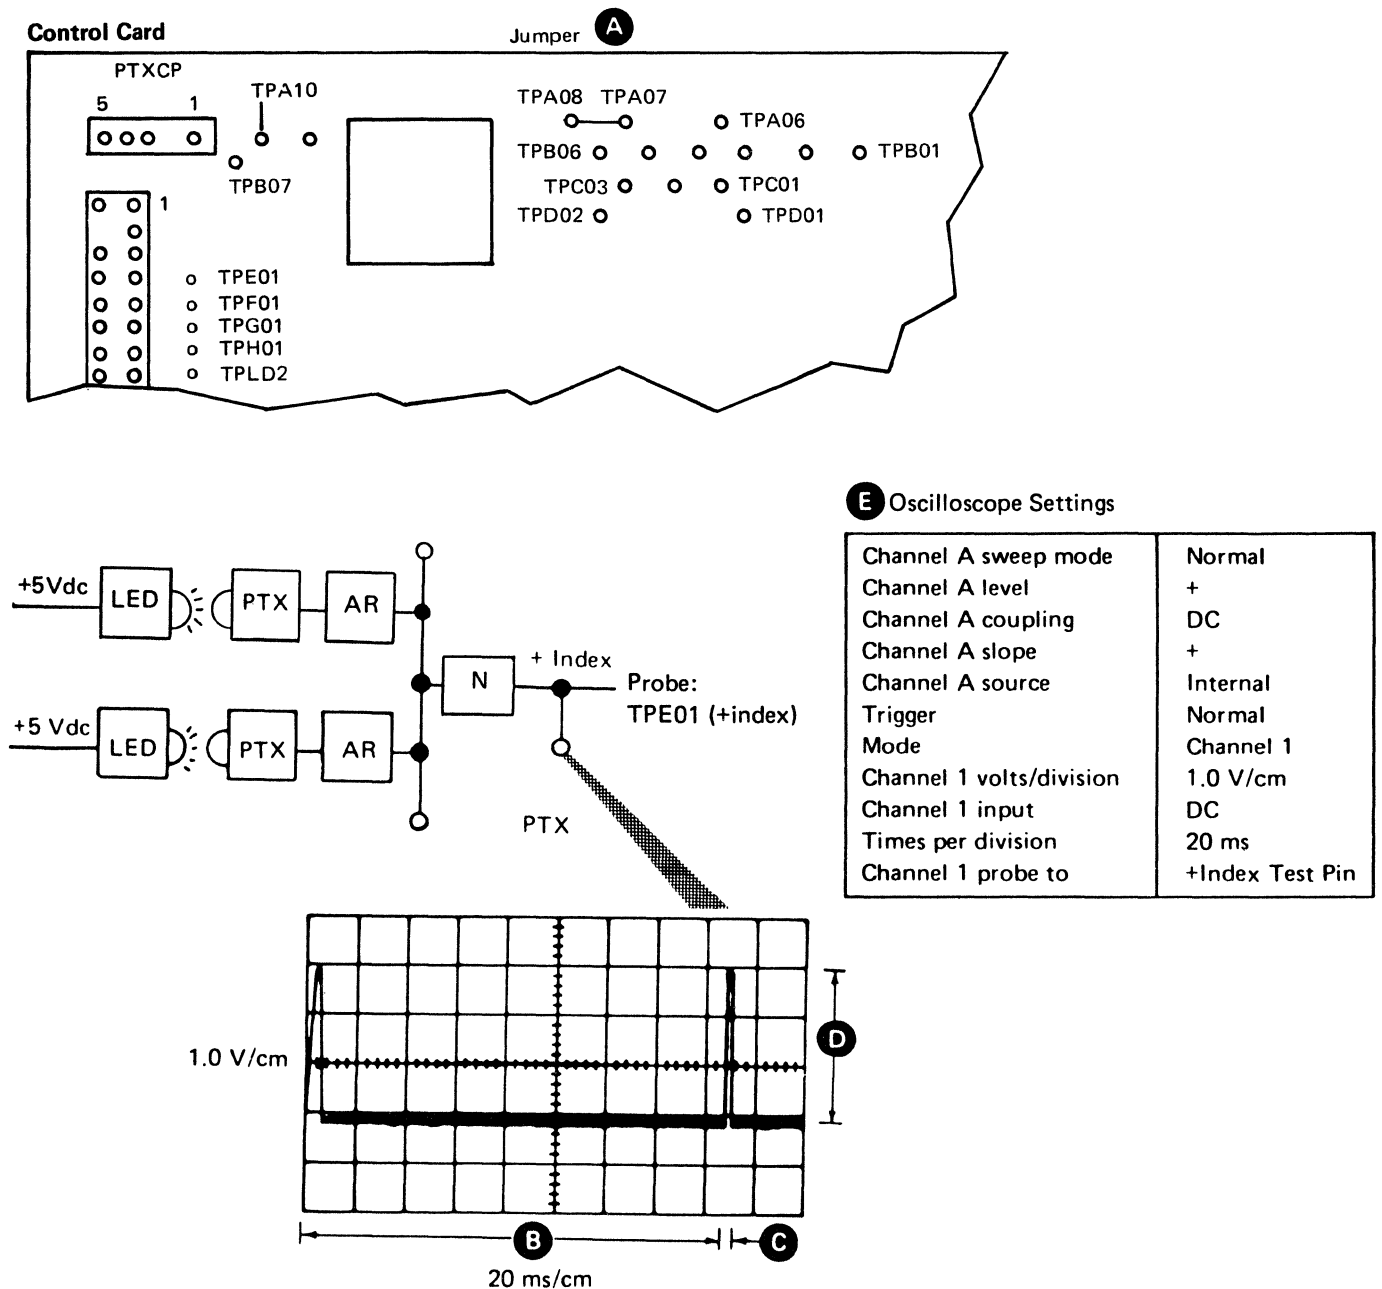

Figure E-35. Diskette Speed Check
E.3.6.1 Diskette Speed Service Check (Figure E-35)